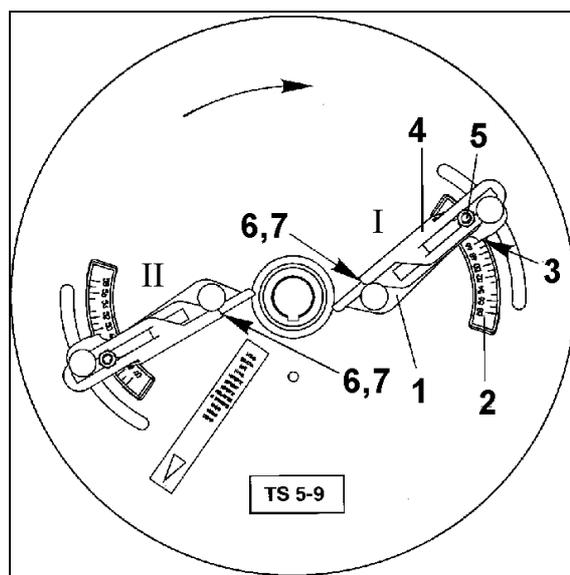

Fig. 65
1. Situar el extremo del borde (Fig. 65/7) de la paleta «I» en la letra «D» y fijar el extremo de la paleta. Hacer girar la paleta «I» hasta el valor «50» y apretar.
2. Situar el extremo del borde (Fig. 65/7) de la paleta «II» en la letra «F» y fijar el extremo de la paleta. Hacer girar la paleta «II» hasta el valor «46» y apretar.